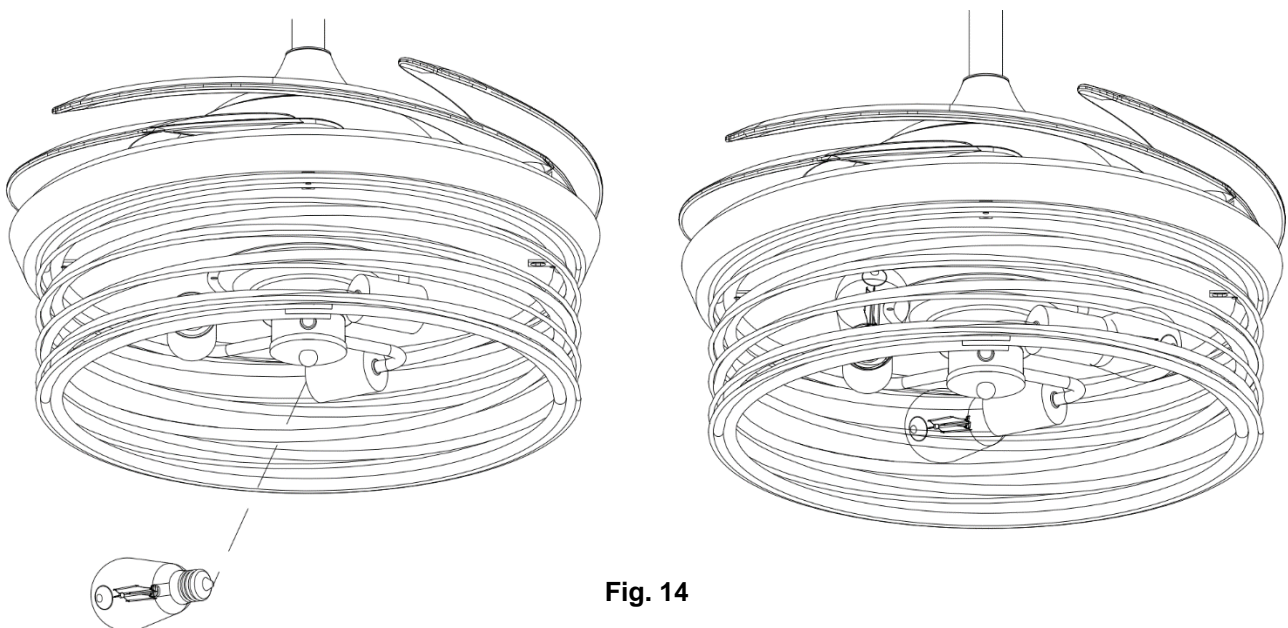

Fig. 14
6. Instale las lámparas en los portalámparas. No exceda la potencia máxima nominal. (Fig. 14)